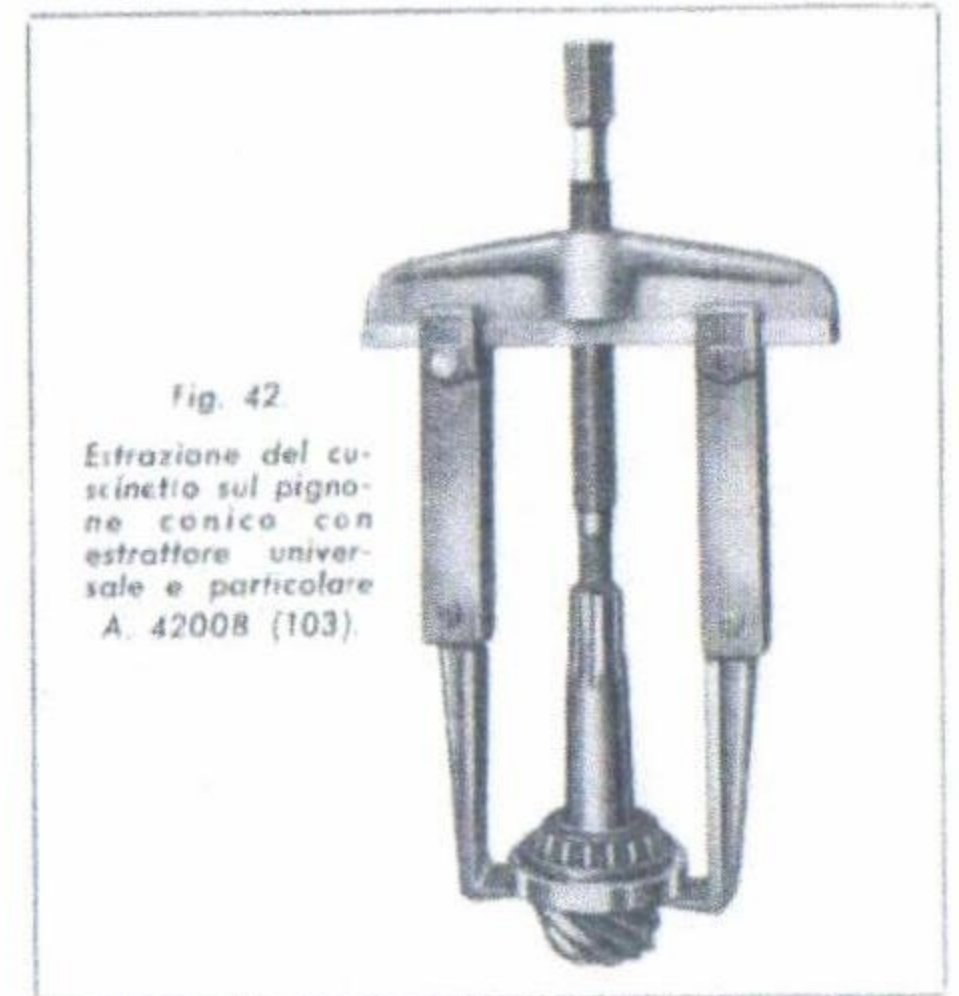
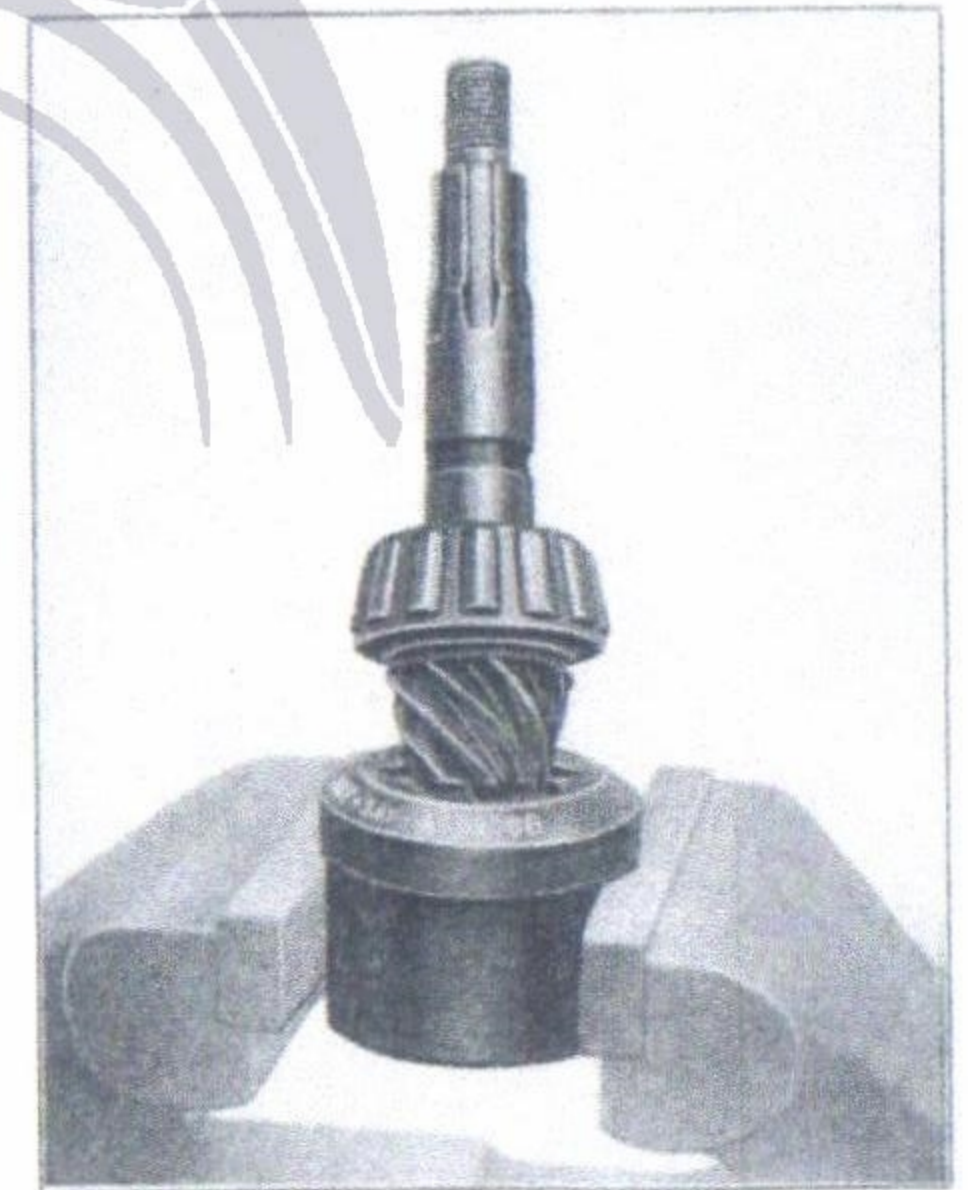

Fig. 42 - Estrazione del cuscinetto sul pignone conico con estrattore universale e particolare A. 42008 (103).
Fig. 43 - Smontaggio anello interno cuscinetto posteriore pignone con attrezzo A. 42006 (500).
Per lo smontaggio dell'anello interno del cuscinetto posteriore sul pignone conico, impiegare l'estrattore universale A. 6005 con i particolari A. 42008 (103) e A. 42001 (1400) (fig. 42). Sul Mod. 500 C usare l'attrezzo A. 42006 (fig. 43).